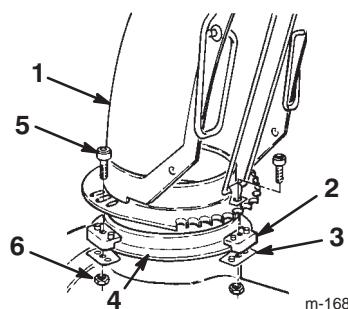

Bild 7
- Fetten Sie den Auswurfring leicht mit Nieder-temperaturfett ein (Bild 7).
- Setzen Sie den Auswurfkanal (offene Seite nach vorne) auf die Auswurfoffnung, so dass sich die Befestigungselemente des Kanals auf dem Kanalring befinden (Bild 7).
- Ziehen Sie die Schraube und die Sicherungsmutter an der linken Seite fest, um die Befestigungselemente für den Kanal auf der Kanalbefestigungsplatte und den Auswurfkanal auf dem Kanalring zu befestigen (Bild 7).
- Drücken Sie die anderen Kanalbefestigungselemente in Richtung Auswurfkanal (geschlitzt) und ziehen Sie die Schrauben fest (Bild 7).
- Der Kanal muss sich frei auf dem Ring drehen lassen. Wenn das nicht der Fall ist, drehen Sie das rechte Befestigungselement nach außen (Bild 7).